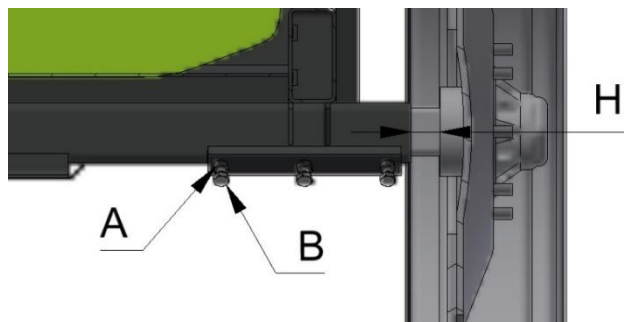

Figura 6.3 – Ex. Ajuste eixo Pulverizador Rebocável
No Pulverizador CERES a largura do eixo (*distância H da Figura 6.3*), pode ser ajustada, unilateralmente, uma vez que a máquina está equipada com um eixo bipartido (semieixo). Para ajustar a largura da via do eixo deve proceder da seguinte forma:
- Alargue ou estreite o semieixo. **A cota máxima H** (*Figura 6.3*) para alargamento do eixo é **250mm(!)**;